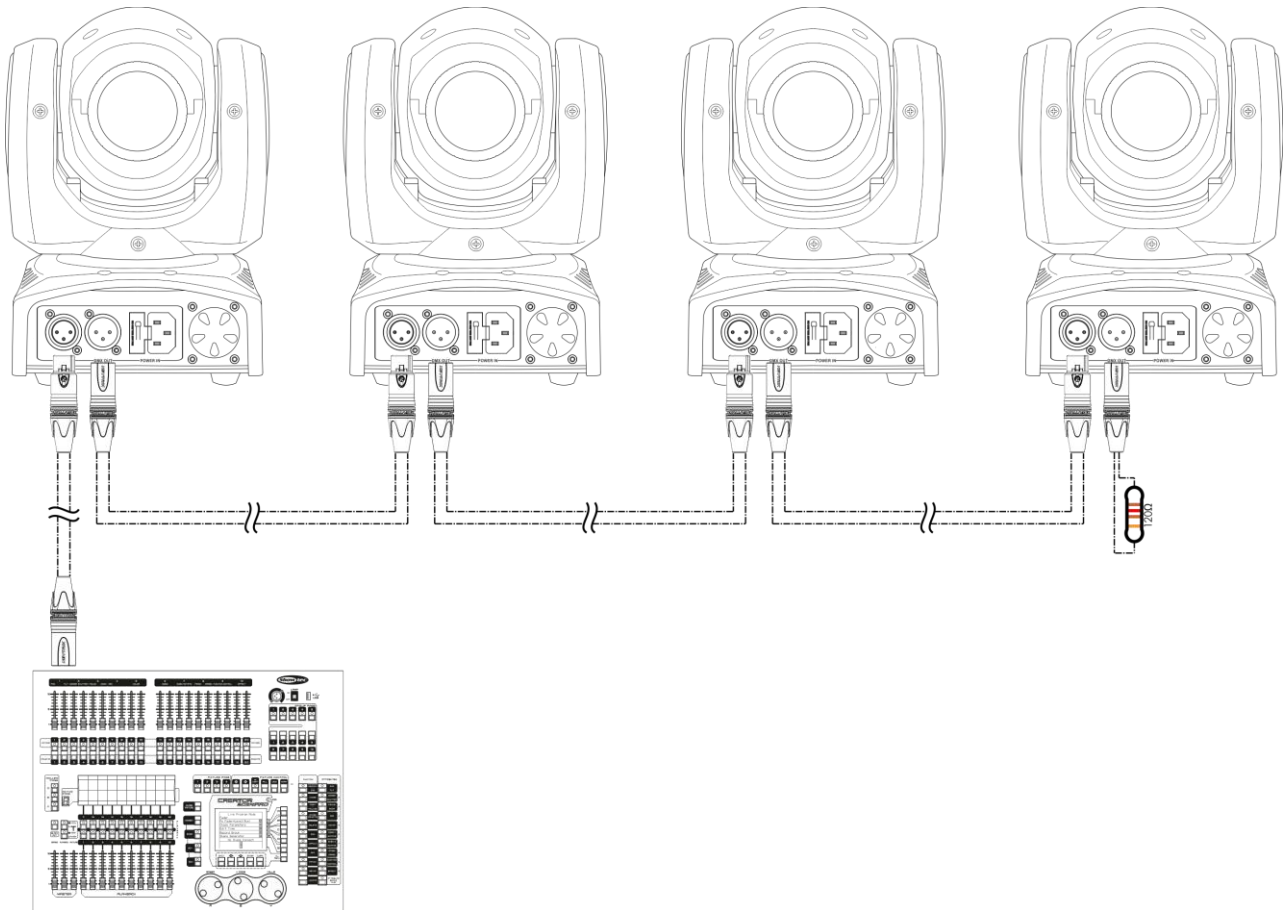

Fig. 04
- 04) Conecte las unidades como se indica en la Fig. 04. Conecte un cable de señal DMX que vaya desde el conector DMX OUTPUT (salida) de la primera unidad al conector DMX INPUT (entrada) de la segunda unidad. Repita este proceso para interconectar las unidades segunda, tercera y cuarta.